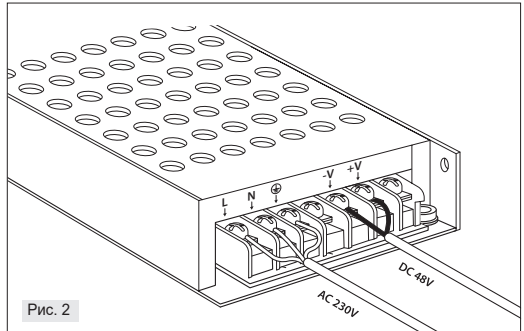

Рис. 2
- Подключите при помощи провода блок питания к светильнику или ленте соблюдая полярность «+» и «-» (Рис. 2).